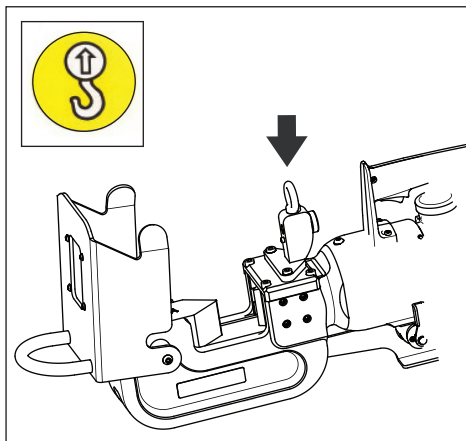

Figura 9, Punto di sollevamento dell'attrezzo
- Se è necessario spostare o trasportare l'attrezzo, utilizzare i golfari forniti in dotazione. Vedere la figura 9. Utilizzare attrezzature di sollevamento adatte.